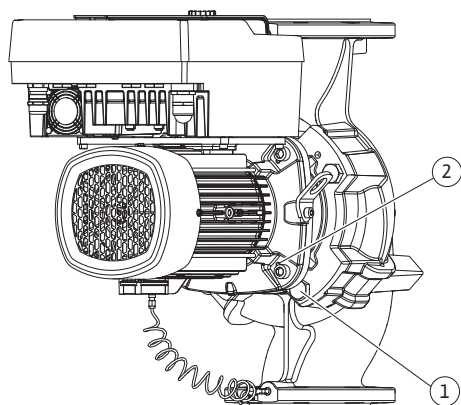

Fig. 104: Trykke av motor-løpehjulsenheten via gjengehull (DN 100 ... DN 125)
22. Når skruene (Fig. II, pos. 10) fjernes, løsnes også differansetrykkiveren fra motorflensen. La differansetrykkiveren (Fig. I, pos. 8) med holdeplaten (Fig. I, pos. 13) henge på trykkmåleledningene (Fig. I, pos. 7). Koble fra differansetrykkiverens tilkoblingskabel i elektronikkmodulen.
23. Trykk motor-løpehjulsenheten ut av pumpehuset. Bruk de to gjengehullene (se Fig. 104, pos. 1) til det.
31. Ta motor-løpehjulsenheten (se kapittel «Beskrivelse av pumpen») av pumpehuset ved å løsne flenseskruene (Fig. I/III, pos. 29).
32. Ved fjerning av skruene (Fig. I/III, pos. 29) løsnes også differansetrykkiveren fra motorflensen. La differansetrykkiveren (Fig. I, pos. 8) med holdeplaten (Fig. I, pos. 13) henge på trykkmåleledningene (Fig. I, pos. 7). Koble fra tilkoblingskabelen til differansetrykkiveren i elektronikkmodulen, eller løsne og trekk av på pluggforbindelsen.
33. Bruk de to gjengehullene (Fig. 104, pos. 1) ved siden av og egnede skruer som er klargjort på monteringsstedet (f.eks. M10 x 25 mm), for å trekke motor-løpehjulsenheten av pumpehuset.
34. Før en skiftenøkkel (nøkkelbredde 32 mm) inn i lanternevinduet (Fig. III, pos. 38), og hold fast akselen med nøkkelflatene. Løsne skovlmutter (Fig. III, pos. 22). Ta av skivene (Fig. III, pos. 23) under, og trekk løpehjulet (Fig. III, pos. 21) av pumpeakslingen. Demonter nøkkelen (Fig. III, pos. 37).
35. Trekk av den mekaniske tetningen (Fig. III, pos. 25) samt avstandsringen (Fig. III, pos. 20).
36. Fjern motringen (Fig. III, pos. 26) til den mekaniske tetningen fra setet i lanternen.